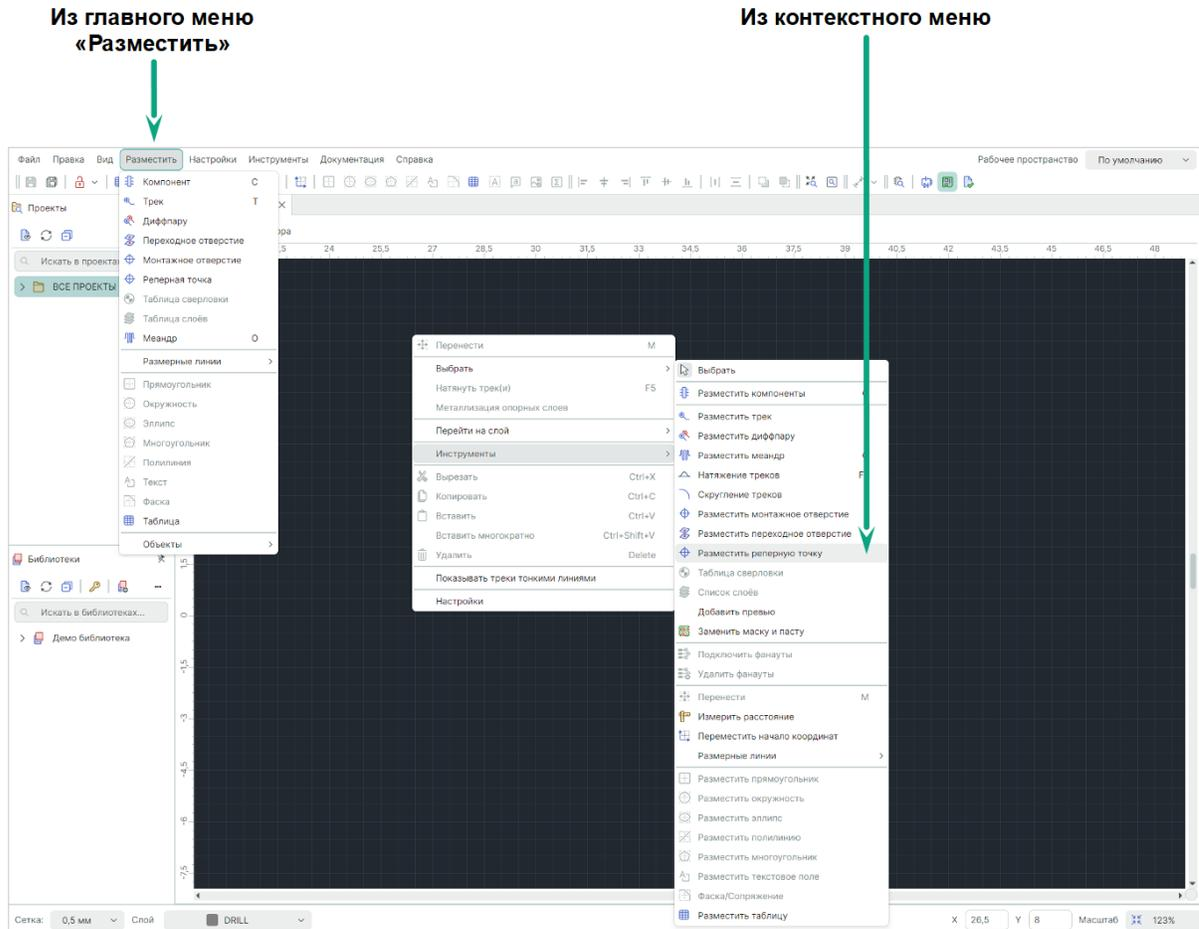

Рис. 209 Вызов инструмента «Разместить реперную точку»
1. Вызовите инструмент «Разместить реперную точку», который обозначен символом  в главном меню «Разместить», а также доступен в пункте «Инструменты» контекстного меню, см. Рис. 209.